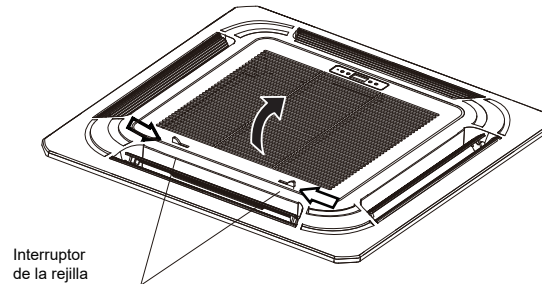

Figura 17
1. Presione las dos cerraduras de rejilla hacia adentro en la dirección indicada por las flechas al mismo tiempo para levantarla (Figura 17).